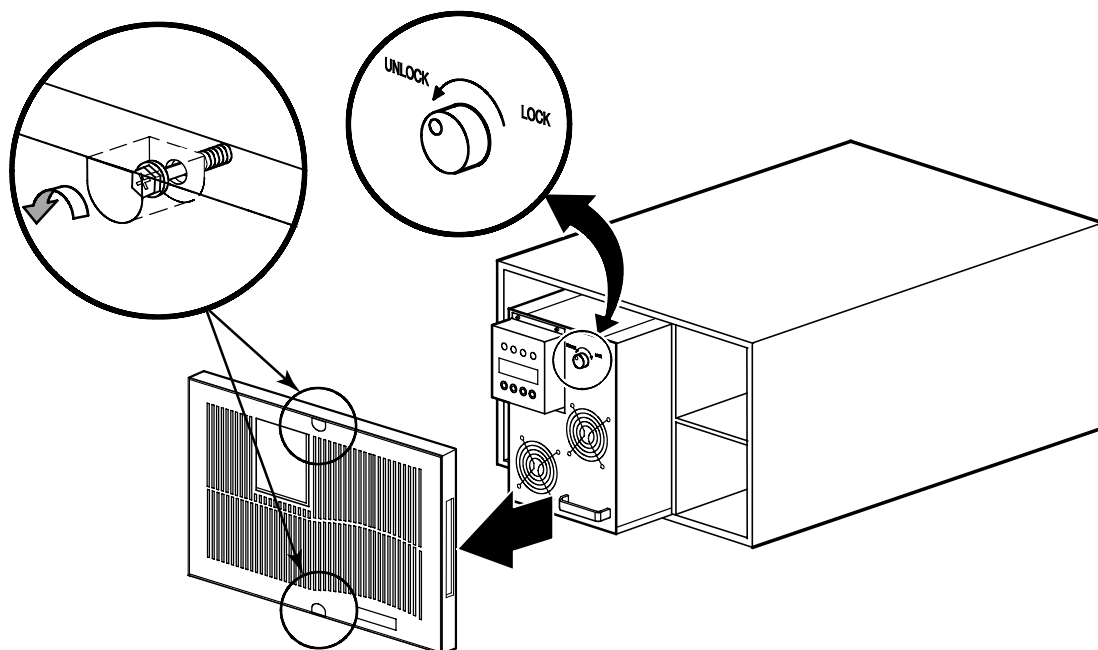

Рисунок 3. Снятие передней крышки ИБП и электронного модуля
6. Снимите переднюю крышку ИБП и электронный модуль и отставьте их в сторону (см. рис. 3):